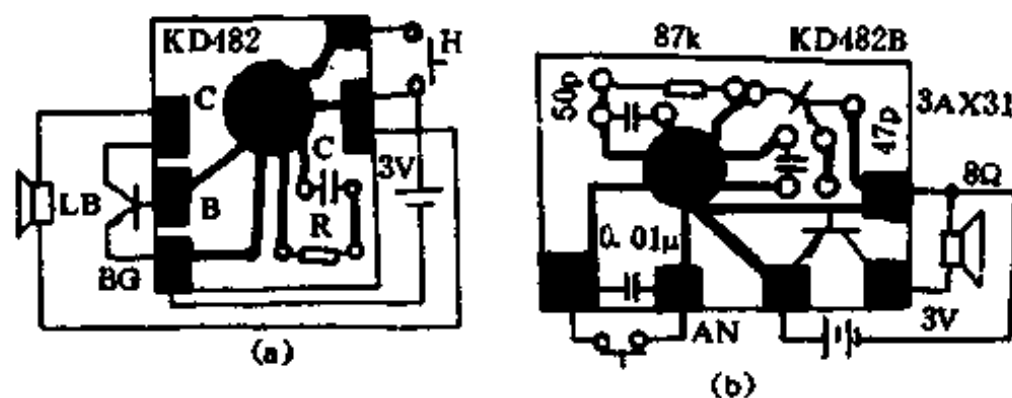
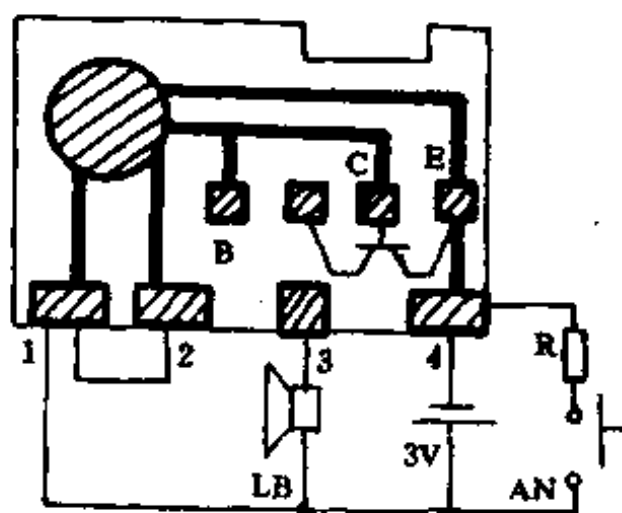

图 1-111
图 1-115
KD482 型音乐集成电路如图 1-111(a)所示。该电路内储 12 首名曲的主旋律,触发一次演奏一首乐曲,音色优美。工作电压为 3V,功耗很低,外围电路简单,是制作门铃、音乐钟的理想音乐集成电路。印刷电路中的“C”、“B”、“E”为焊接 NPN 三极管(如 3DG8)用的, C 为 51pF 电容器, R 为 $56 \sim 68\text{k}\Omega$ 碳膜电阻器, AN 为触发按钮。
KD482B 是专为时钟配套的音乐集成电路(如图 1-111(b)所示),内储 12 首乐曲,每奏完一首乐曲即能分别打点 1~12 下,乐曲音色优美,打点声音宏亮,工作电压为 3V,功耗很小。
该电路的三极管 BG 通常采用 NPN 硅管,如 3DG6 或 3DG12,LB 采用 8Ω 喇叭(如图 1-115 所示)。值得一提的是,CW9300、KD9300、CW9400 等音乐集成电路的②端均为触发端,KD15 也可将②端作为触发端,只是按钮不能松手,一松手就会停止演奏。所以本电路通常将①、②端短接,而采用图 1-111~图 1-115 所示的触发形式。实际上这是采用电路电压波动信号来触发音乐集成电路工作,这就需要选择 R 的取值:R 不可太小,否则耗电太多;R 也不能取得太大,否则形成不了较大的电压波动信号,触发不了电路。经试验,R 通常取 $5\sim 15\Omega$ 。有人将 R 串接于电源回路中,笔者试验过,若那样,喇叭发音嘶哑,甚至只能听到一片“沙沙”声。